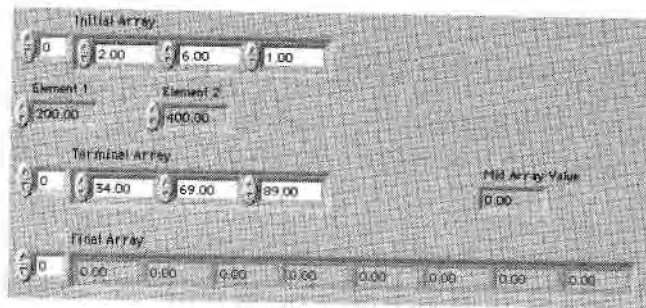

Рис. 7.24
1. Откройте ВП **Array Exercise.vi**, который расположен в директории **EVERYONE \ CH7 . LLB**. Лицевая панель этого прибора содержит два входных массива (каждый показывает три элемента), два цифровых элемента управления и выходной массив (показывающий восемь элементов). Для создания нового массива ВП объединяет два массива и значения элементов управления в такой последовательности: Начальный массив + элемент 1 + элемент 2 + завершающий массив. Лицевая панель уже создана. Закончите построение блок-диаграммы, Элементы управления и отображения массивами будут иметь серый цвет, пока вы или программа не введете в них какие-либо данные (рис. 7.24), 2. Постройте блок-диаграмму, как показано на рис. 7.25. Используйте окно «Контекстная помощь для нахождения соответствующих терминалов» функций.